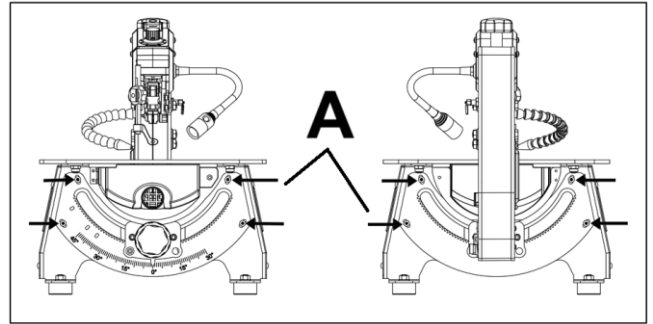

Рис.22
4. Если лезвие не имеет 90 градусов, ослабьте (8) винты с головками кнопок (А, рис.22) на передней и задней цапфах.
См. рис.22